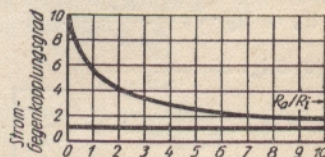
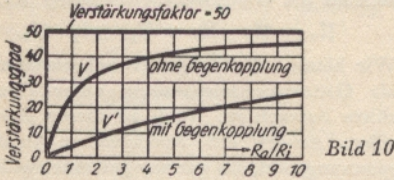

Bild 9
Bild 10
(17) zeigt, daß auch der Stromgegenkopplungsgrad vom Abschlußwiderstand  $R_a$  abhängig ist (Bild 9). Er sinkt mit wachsendem  $R_a$ . Folglich hängt  $V'$  stärker von  $R_a$  ab als  $V$  (Bild 10). Das ist gleichbedeutend mit einer Erhöhung des Verstärker-Innenwiderstandes.